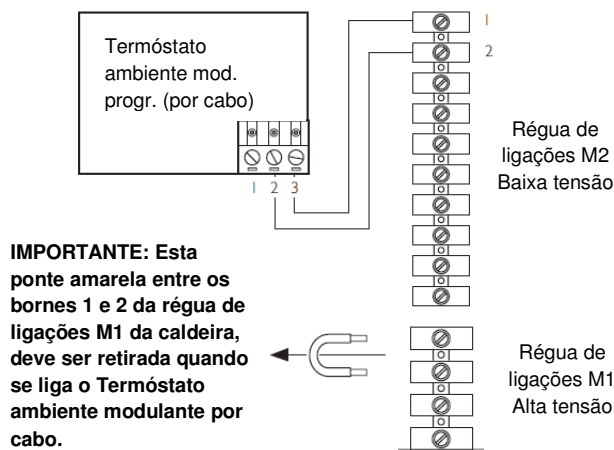

Fig. 6: Ligação do Termóstato ambiente modulante programável (por cabo)
- Se necessário, o controlo pode ser transferido de novo para a caldeira. Proceder a: Sem corrente na caldeira, retirar a ligação do Termóstato. Repor a ponte na régua de ligações M1 (Fig.6). Restabelecer a corrente na caldeira e seleccionar um serviço.
- Passar o cabo pelas ranhuras de acesso da parte posterior do Termóstato e ligá-lo como mostra a Fig. 6.